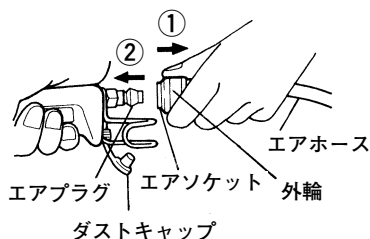

図 3-1
本機にエアホースを接続する場合はエアプラグからダストキャップをはずし、図 3-1 のように、①エアソケットの外輪を引き、②エアソケットをエアプラグにしっかりとさし込んでエアホースを接続します。（手を離すと外輪は戻ります。）